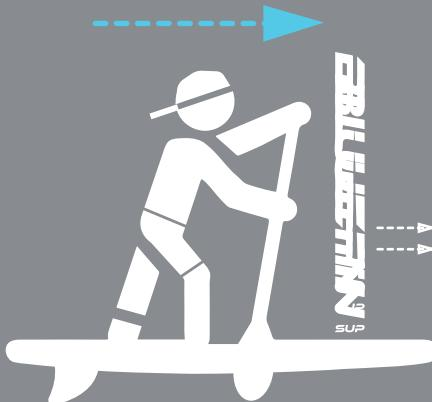

Abbildung 2.
- Verwende das Paddel in der richtigen Ausrichtung mit dem Bluefin-Branding an der Vorderseite des Paddelschafts. **Abbildung 2**